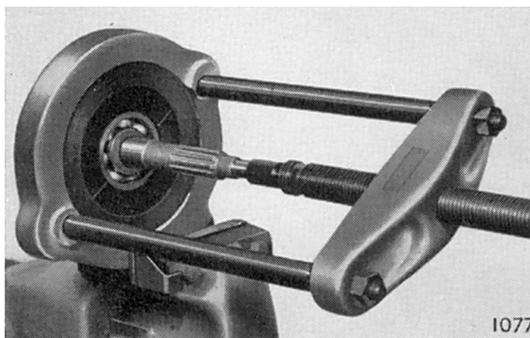

Fig. 17.
Enlever les deux circlips (99), (101), la rondelle d'espacement (100), puis placer l'ensemble dans une presse et extraire le roulement à billes (102) et le déflecteur d'huile (103), Fig. 17.